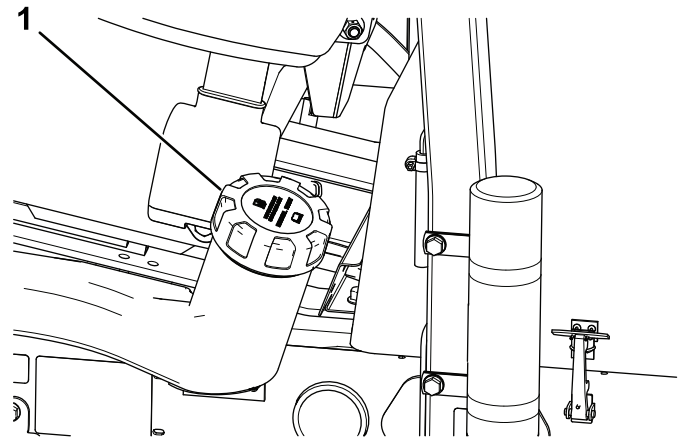

Figure 36
2. Nettoyez la surface autour du bouchon du réservoir de carburant (Figure 36).